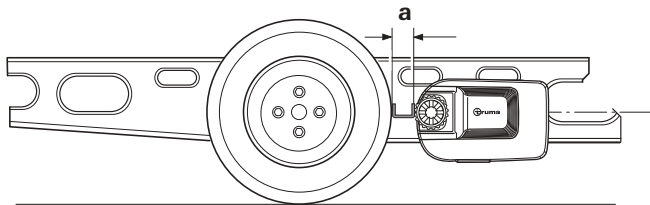

Fig. 34
- ▶ En déplaçant les unités d'entraînement dans le sens longitudinal, régler l'écart correct (Fig. 34-a) entre le pneu et le rouleau d'entraînement à l'aide de la tôle de distance fournie. Le tube de liaison mobile permet l'adaptation à la largeur du cadre. Le poids de la caravane doit alors reposer sur les roues.